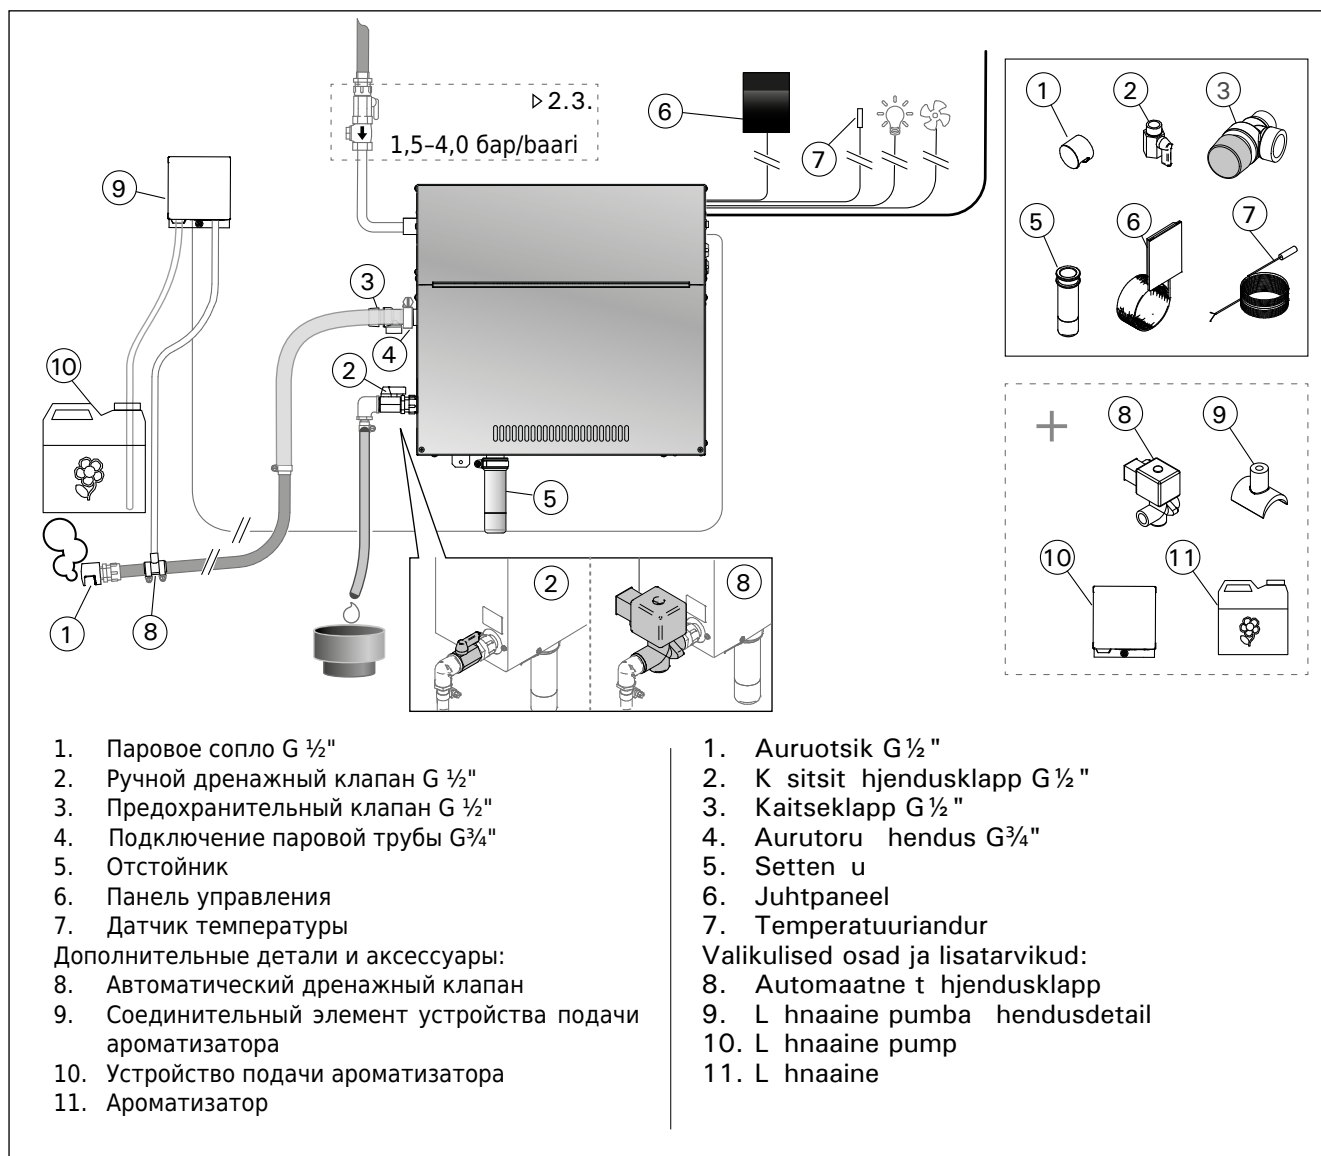

Рисунок 3.
Смотрите рисунок 3. Труба для подачи воды должна быть оснащена запорным вентилем и обратным клапаном.
**Пар должен беспрепятственно выходить из сопел. В случае блокировки паровых сопел и/или паропроводящих труб пар выходит из предохранительного клапана (рисунок 3).**
Данное устройство предназначено для подачи ароматического вещества в паропроводящую трубу. Соединение между подающим трубопроводом и паропроводящей трубой должно располагаться максимально близко к паровому соплу. Такой способ позволит максимально сократить количество возможных отложений ароматизатора в паропроводящей трубе со временем. См. рисунок 3. Схему подключения электропроводки см. на рисунке 6.
См. рис. 3. Схему подключения электропроводки см. на рисунке 6. Во время затягивания места соединения следует крепко держать шланг парогенератора, не допуская его перекручивания. По окончании монтажа следует активировать автоматический дренажный клапан с панели управления (S-03).